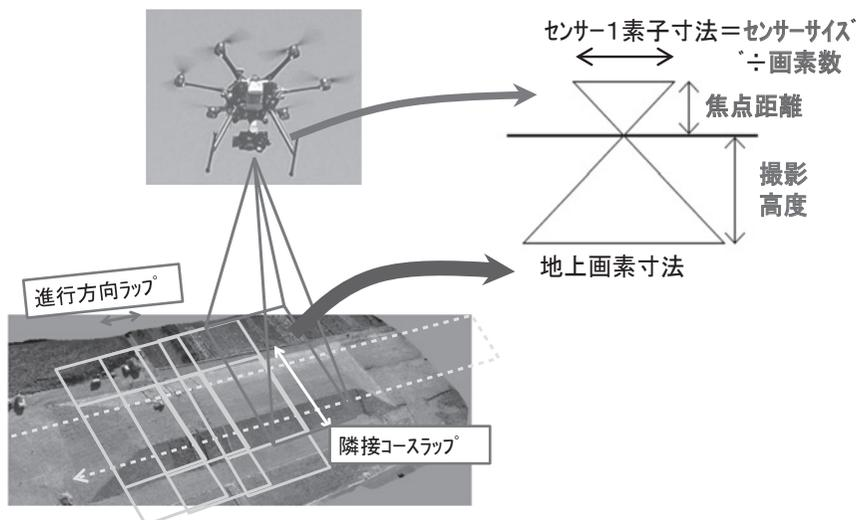

図6 ラップ率・地上画素寸法
- ・所定のラップ率、地上画素寸法が確保できる飛行経路及び飛行高度の算出結果地上画素寸法 (1cm/画素以下) を確保出来る対地高度であることを、使用するカメラの素子寸法及び画面距離から求めて、整理する。(図6)